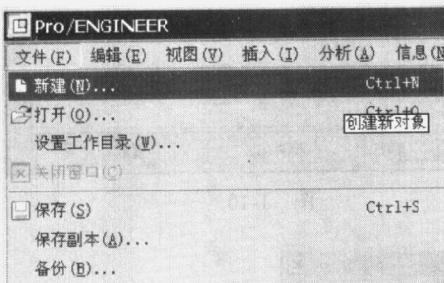
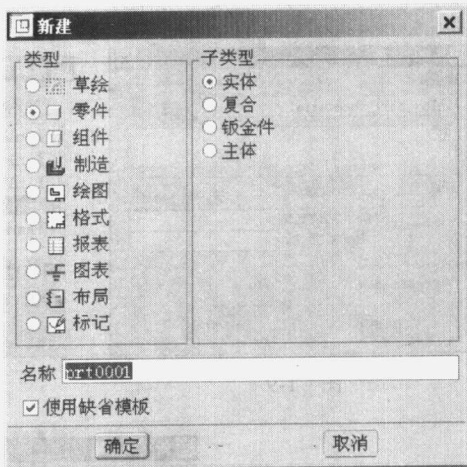

图 1-5
图 1-6
- (2) 新建文件，其途径有下列 3 种方法，读者可任选一种：
- ◆ 在主窗口下单击菜单“文件 → 新建”命令（如图 1-5 所示），弹出如图 1-6 所示的“新建”对话框。
- ◆ 在主窗口下直接按 Ctrl+N 快捷键，弹出如图 1-6 所示的“新建”对话框。
◆ 直接单击“新建”快捷图标，弹出如图 1-6 所示的“新建”对话框。